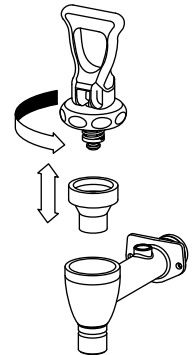

Fig. 5
7.3.1 Reinigen des Hahnes (Abb. 5)